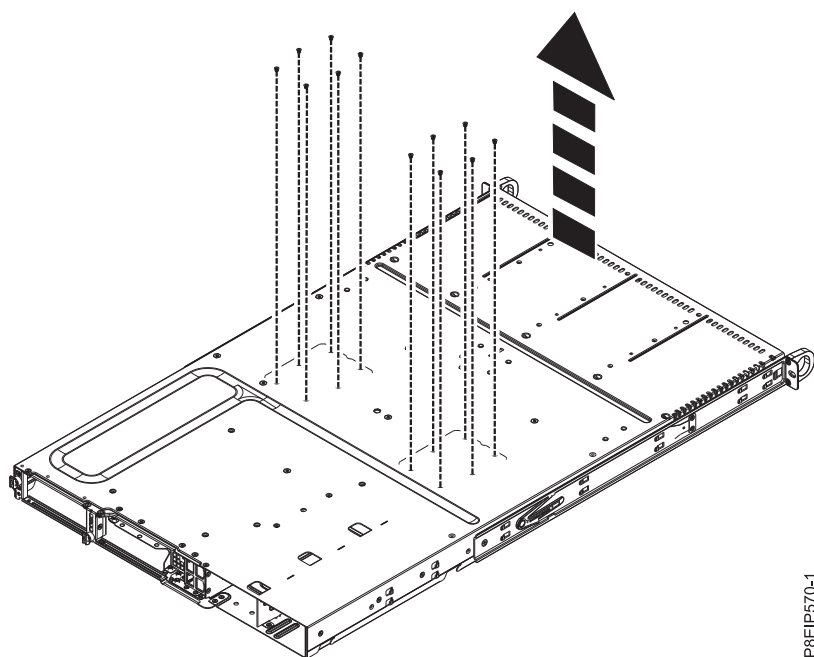

図 30. シャーシの下部にあるプロセッサ・ソケットのねじ
- b. 下部から 12 本のねじを取り外します。ねじの位置は 33 ページの図 30 に示しています。